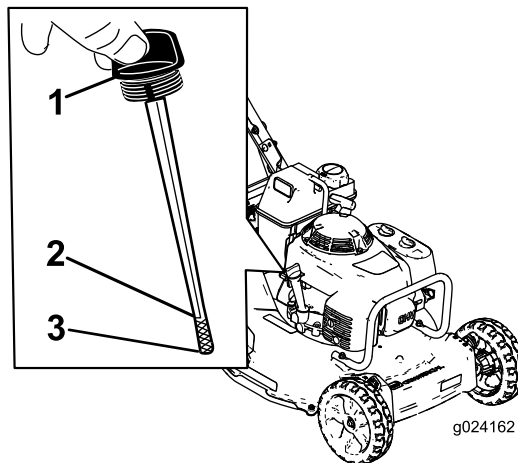

Bild 6
Stellen Sie vor jedem Einsatz sicher, dass der Ölstand zwischen den Markierungen Add (Nachfüllen) und Full (Voll) am Peilstab liegt (Bild 6).
2. Reinigen Sie den Bereich um den Peilstab (Bild 6).